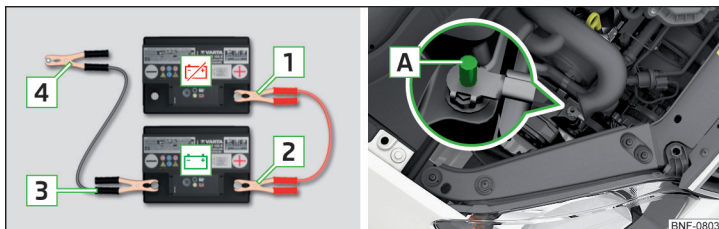

Fig. 157 **Pornirea asistată:** ⚡ - bateria descărcată, 🔋 - bateria furnizoare de curent / punctul de masă al motorului la sistemul START-STOP
- La autovehiculele **cu** sistem START-STOP, prindeți clema **4** la punctul de masă al motorului **A** » fig. 157.